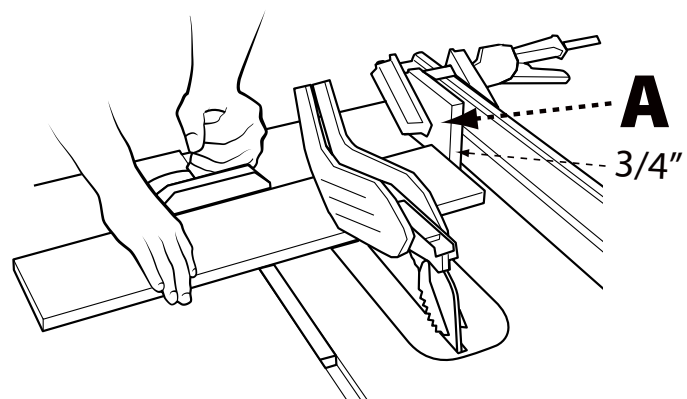

FIGURE 36
Lorsque vous coupez transversalement un certain nombre de pièces à la même longueur, vous pouvez serrer un bloc de bois (A) (voir Figure 36) au guide et l'utiliser comme une jauge de coupe. Le bloc (A) doit faire au moins $\frac{3}{4}$ pouce (19 mm) d'épaisseur pour empêcher le coincement de la pièce coupée entre la lame et le guide. Une fois que la longueur de coupe est déterminée, verrouillez le guide et utilisez le guide à onglets pour faire avancer la pièce dans la lame.